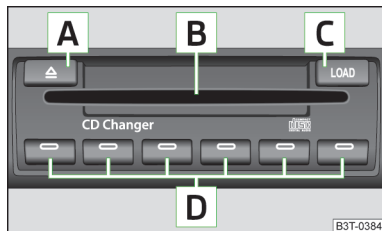

Fig. 118
➤ Donnez une impulsion sur la touche **C** » fig. 118 et introduisez le CD (Compact Disc) dans la fente d'introduction des CD **B**. Le CD est automatiquement chargé dans le prochain endroit libre dans le changeur de CD. Le voyant dans la touche correspondante **D** arrête de clignoter.
➤ Maintenez la touche **C** » fig. 118 enfoncée pendant plus de 2 secondes et introduisez tous les CD les uns après les autres (maximum 6 CD) dans la fente d'introduction des CD **B**. Les voyants dans les touches **D** ne clignotent plus.
➤ Donnez une impulsion sur la touche **C** » fig. 118. Les voyants des touches **D** s'allument pour les emplacements déjà occupés et clignotent pour les emplacements libres.
➤ Donnez une impulsion sur la touche **A** » fig. 118 pour éjecter un CD. Les voyants s'allument alors dans les touches **D** pour les emplacements occupés.
➤ Maintenez la touche **A** » fig. 118 enfoncée pendant plus de 2 secondes. Tous les CD contenus dans le changeur de CD sont éjectés les uns derrière les autres.
- Introduisez le CD dans la fente d'introduction des CD **B** » fig. 118 toujours côté gravé vers le haut.